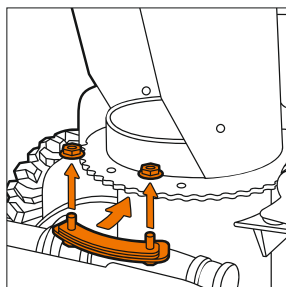

Рис. 10
- Установите специальные крепежи и зафиксируйте болтами (Рис. 10, 11, 12).